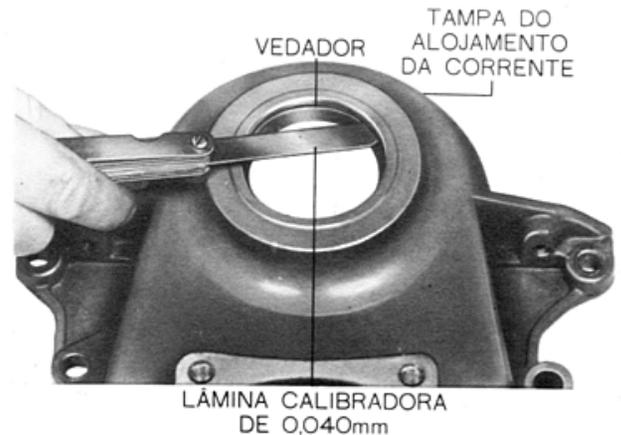

**Fig. 19 — Posicionamento do prato instalador**
- Colocar o prato instalador do vedador dentro do vedador, com o rebaixo em direção ao lábio (fig. 19).